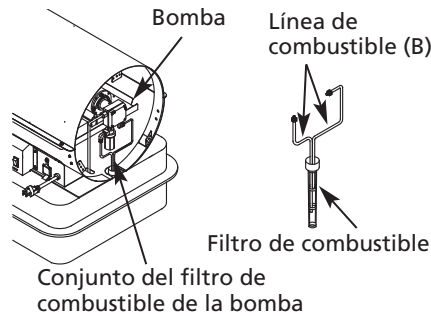

Figura 17 – Desmontaje del Filtro de Combustible del Tanque
- Desconecte la línea de combustible (B) de la bomba y del conjunto del filtro de combustible de la bomba usando una llave de 3/8 pulg. (consulte la Figura 17).
- Conecte la línea de combustible (B) en la bomba y en el conjunto del filtro de combustible de la bomba.